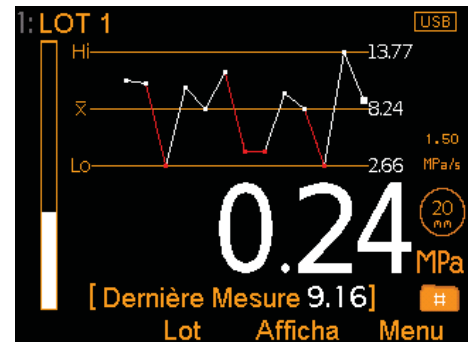

Fig. 3: Graphe
- **Graphe (Fig. 3);** courbe de tendance des 20 dernières valeurs automatiquement mise à jour après chaque mesure.